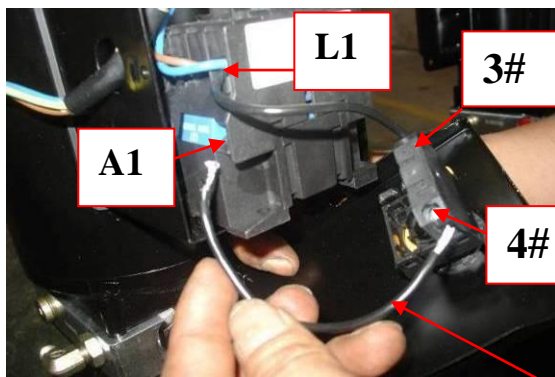

**Рис. 36**
**Однофазный двигатель PEAK (см. рис. 36).**